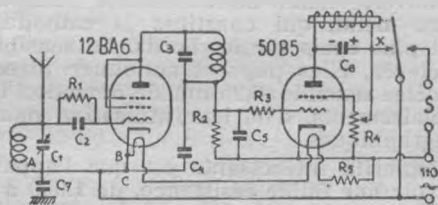
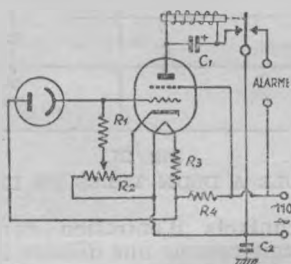
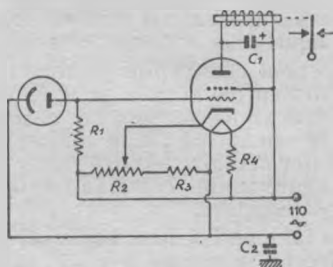

Fig. 23. — UN « CHIEN DE GARDE ».
Fig. 26.
Fig. 28.
Comme la variation de capacité ainsi créée est habituellement faible, le mode d'utilisation le plus sensible consiste à lui faire dérégler un oscillateur à haute fréquence. Si le Q des circuits — autrement dit la qualité des bobinages, leur facteur de surtension — est élevé, le moindre déréglage d'un circuit oscillant en parallèle (ou circuit-bouchon) provoque une grande variation d'impédance de ce circuit. C'est ce phénomène qui nous allons utiliser dans le montage de la figure 23.
• La figure 26 est un exemple de veilleur bâti autour d'une cellule à gaz et cathode au caesium (type 937, 918 ou similaire) et d'une tétrode 50 B5 en montage tous-courants. Les valeurs sont :  $R_1 = 10$  à  $20$  M,  $R_2 = 500 \Omega$ ,  $R_3 = 390 \Omega$  10 W,  $R_4 = 80 \Omega$  2 W et  $C = 25 \mu\text{F}$  50 V. Le relais a une résistance de  $2.500 \Omega$ , il est normalement collé quand la cellule reçoit le faisceau lumineux, ou le règle par  $R_4$  à la limite du collage. L'interception du faisceau fait décoller le relais, dont l'excitation et l'utilisation sont en tous points semblables à celui de la figure 23.
● La figure 28 montre une variante de la figure 26, où la marche est inversée : le relais n'attire la palette que si la cellule n'est pas éclairée.